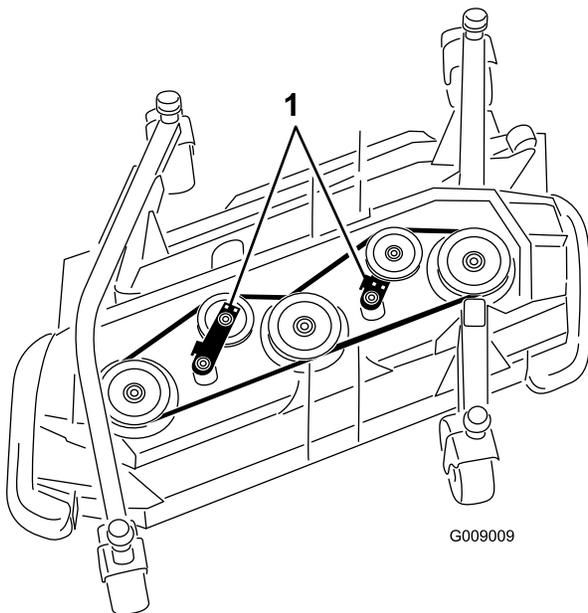

図 130
- ラatchetレンチのようなものを使って、アイドルプーリを駆動ベルトから離してベルトの張りをなくし、プーリからベルトを外す 図 130。